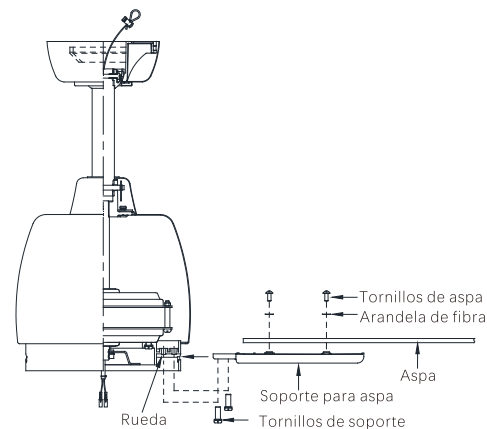

Imagen 15
Paso 1. Acople las aspas a los soportes para aspas con los tornillos de aspa y las arandelas de fibra incluidas. (Imagen 15) Al montar las aspas en los soportes de aspa, asegúrese de que estén planas las aspas. Ajuste cada tornillo de aspa para fijar, luego repita esto para cada aspa.
Paso 2. Coloque un soporte para aspa dentro de la rueda. (Imagen 15) Alinee los agujeros de montaje del soporte para aspa con los agujeros de montaje en la rueda, acople el soporte para aspa a la rueda con los tornillos de soporte incluidos, y ajuste los tornillos de soporte para fijarlos. Repita el paso para el resto de los soportes para aspa.